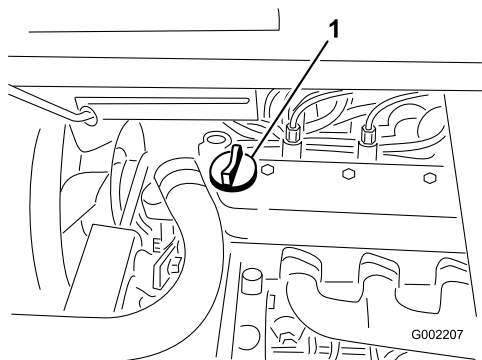

Figura 40
3. Se o nível de óleo estiver baixo, deverá retirar a tampa de enchimento da cobertura da válvula (Figura 40) e deitar óleo na abertura até que o nível suba até à marca "Full" (Cheio) da vareta; consultar a secção Manutenção do óleo do motor, acerca do tipo e viscosidade do óleo. Adicione o óleo lentamente e verifique o nível com alguma frequência durante o procedimento. Não encha demasiado.